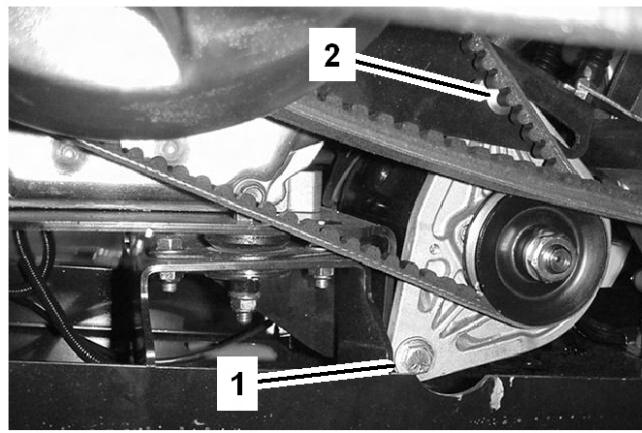

Figure 53
2. Desserrez le boulon de pivot de l'alternateur du démarreur (Figure 53).
3. Coinsez un levier entre le support moteur et le démarreur. Desserrez l'écrou sur le boulon de réglage (Figure 53).
5. Serrez l'écrou du boulon de réglage et enlevez le levier. Serrez le boulon pivot de l'alternateur du démarreur (Figure 53).